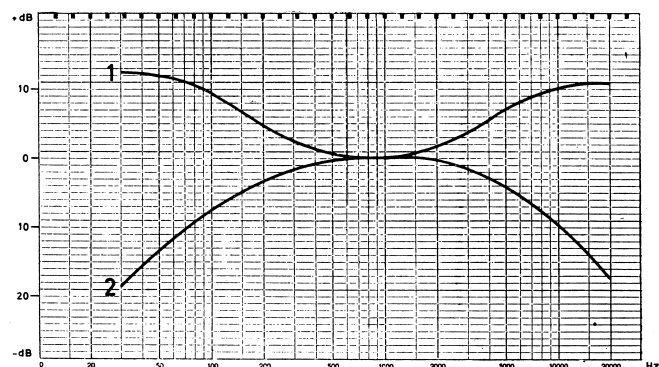

Bild 4 Frequenzgang nach Abs. 2.8.1
2.8.1 Phonoeingang 81 013 (Bild 4, Kurve 1)
2.8.2 Eingangsstufe 81 008 und 81 012 (Bild 4)